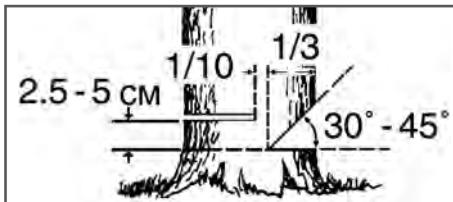

Рис. 14 Расположение запила и пропила
- Выберите направления падения дерева. Для этого следует учсть силу и направление ветра, естественный наклон дерева, равномерность распределения веток в корне дерева. Начните пилить с той стороны дерева, куда оно должно упасть (Рис. 14).